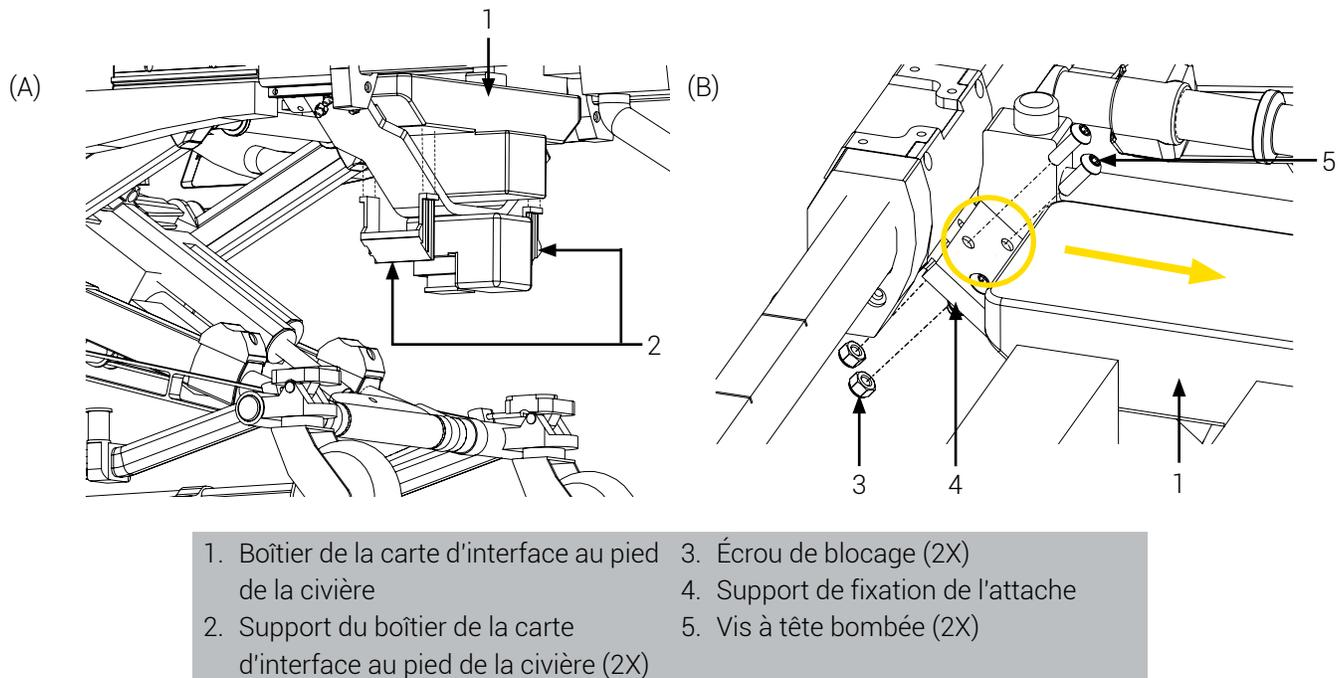

Figure 5: Préparation du boîtier de la carte d'interface au pied de la civière
8. Localiser le boîtier de la carte d'interface au pied de la civière (Figure 5 A).
9. Retirer les 2 supports du boîtier de la carte d'interface au pied de la civière pour desserrer le boîtier de la carte d'interface (8 vis; Figure 5 A). Mettre de côté les vis pour plus tard.
10. Glisser le boîtier de la carte d'interface, de façon à pouvoir accéder aux 3 vis sur le support de fixation de l'attache (Figure 5 B).
11. Retirer les 2 vis et les 2 écrous qui sont le plus près du côté tête du patient (Figure 5 B). Mettre de côté les 2 écrous pour plus tard. Les 2 vis ne seront pas réutilisées pour cet assemblage spécifique.
3. Recentrer le boîtier de la carte d'interface au pied de la civière sur le support de fixation de l'attache (Figure 5).
4. Réinstaller les 2 supports du boîtier de la carte d'interface au pied de la civière (8 vis; Figure 5). Un torque de 1.06 - 1.44 pi-lb est recommandé.